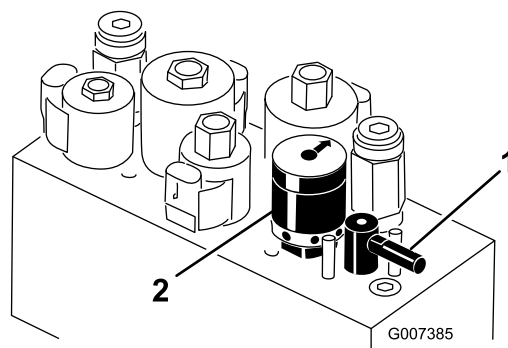

Figura 61
5. Rode a alavanca de rectificação para a posição "R" (Figura 61).
6. Rode o controlo da velocidade dos cilindros para a posição 1 (Figura 61).